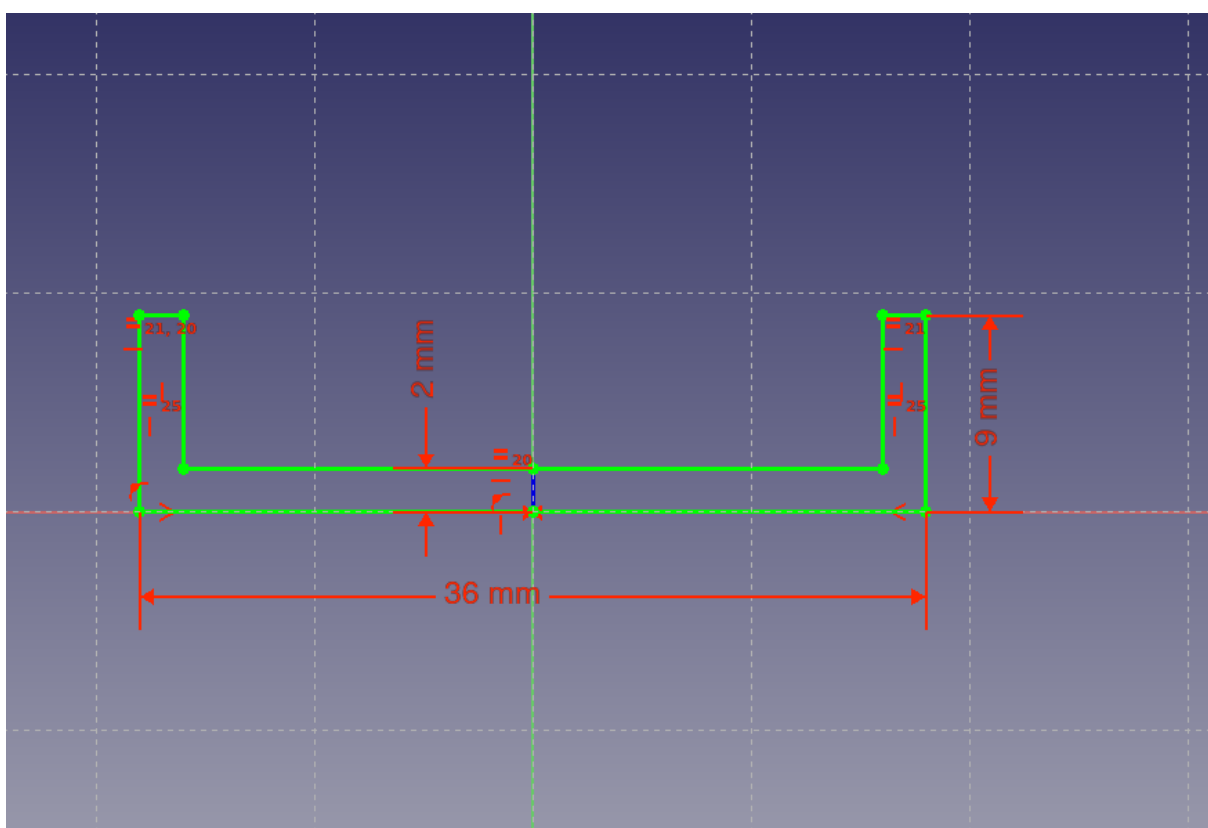

Рис. 2. Эскиз профиля держателя
6. Создать эскиз (**Sketch => Create sketch**) профиля держателя в плоскости XY и установить его размеры через систему ограничений «**Constraint**» по аналогии с Рис.2. Пожалуй единственным интересным моментом при этом является установка толщины профиля держателя. Для этого используем вспомогательный отрезок (синего цвета), длина которого равна толщине профиля 2mm, а верхние отрезки, определяющие толщину стенок держателя, устанавливаются равными вспомогательному отрезку. Переключение редактора эскиза в режим вспомогательной геометрии и обратно выполняется по **Sketch => Sketch geometries => Toggle construction geometry** или